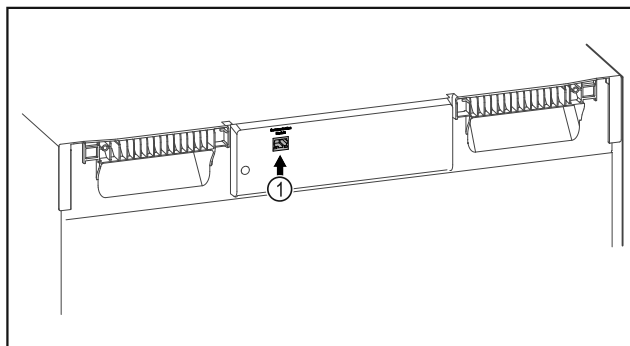

Fig. 119
- ☐ Je používán SmartModule Fig. 119 (1).